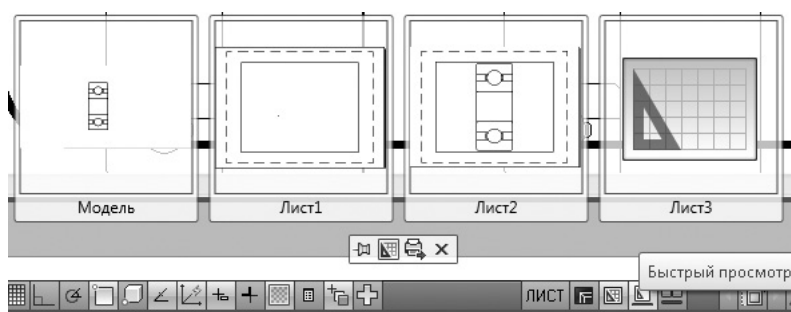

Рис. 8.9. Быстрый просмотр листов
- **Скрыть вкладки "Лист" и "Модель"** — скрывает вкладки пространства листа и модели, что позволяет несколько увеличить графическую область. После этого переключаться между изображением модели и ее компоновкой на листе можно с помощью кнопки **Модель**  и кнопки с именем листа компоновки , находящихся в строке состояния. Щелкнув на кнопке **Быстрый просмотр листов** , можно указать, какой конкретно лист необходимо вывести на экран (рис. 8.9).